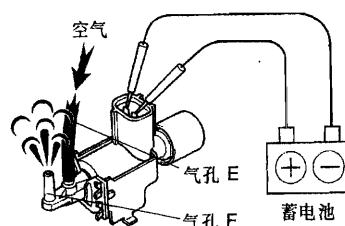

图 2-2-90
(2)如图 2-2-90 所示,将蓄电池电压接至 ACIS VSV 端子间,空气从气孔 E 流入,应从气孔 F 流出